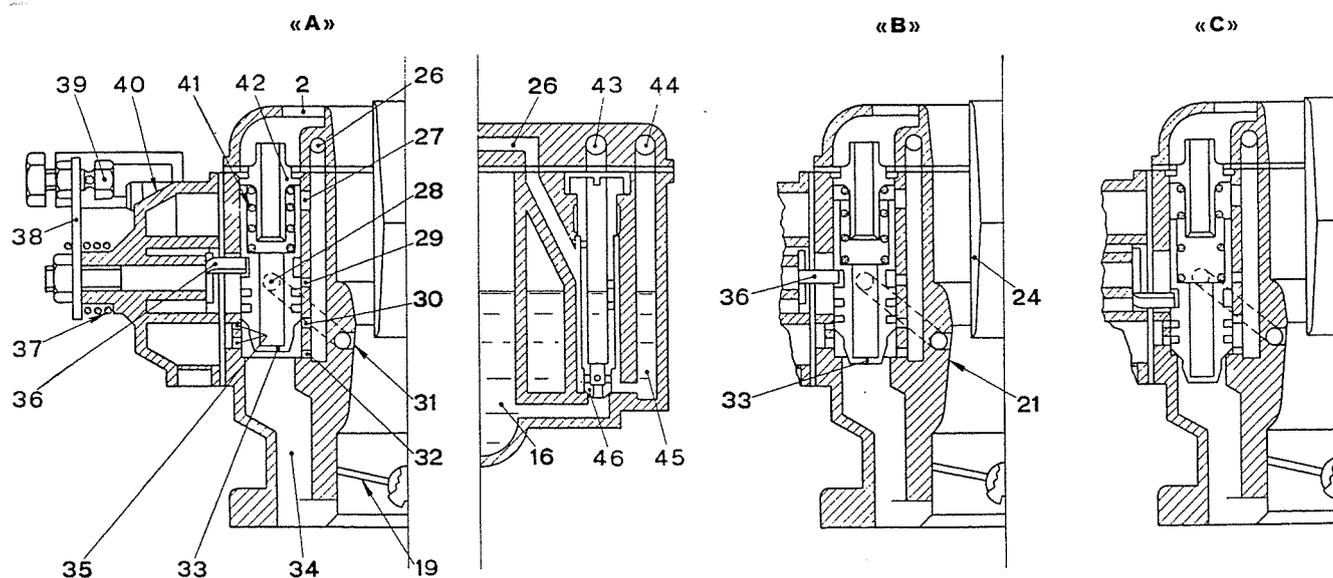

Abb. 115 - Schematische Schnittzeichnungen der Startvorrichtung.
## Startvorrichtung (Abb. 115).
Die Startvorrichtung besteht im wesentlichen aus dem Kolbenventil (33, Abb. 115), das vom Starterhebel (38) über den mit ihm durch eine Welle verbundenen Mitnehmer (36) betätigt wird. Bei vollständigem Anziehen des Startergriffs wird das Ventil (33) über den Starterhebel (38) und den Mitnehmer (36) von seinem Sitz angehoben und in die Stellung « ganz offen » (Schema « A », Abb. 115) gebracht.
Bohrung der Federhülse (42) eintreten kann, und das Kraftstoffgemisch abgemagert wird; beim weiteren Niederdrücken des Startergriffs werden die Emulsionsbohrungen (30) und (32), sowie die Luftbohrungen (35) allmählich geschlossen, so dass das Gemisch auch mengenmässig vermindert wird; auf diese Weise wird also von der Startvorrichtung ein Kraftstoffgemisch geliefert, das je mehr die Vorrichtung selbst ausgeschaltet wird, desto magerer ist, wobei es auch mengenmässig abnimmt (siehe Schema « B », Abb. 115).
Bei ausgeschalteter Startvorrichtung bleibt die Bohrung (29) durch das Ventil (33) geschlossen, so dass durch dieselbe kein Kraftstoff abgesaugt werden kann (Schema « C », Abb. 115).